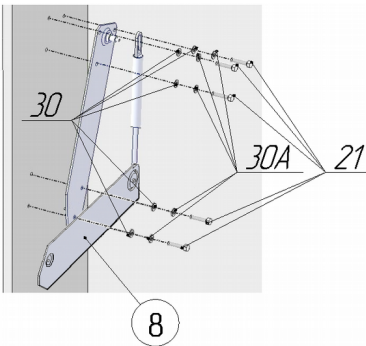

Рис.4.1 Слева
4. Присоединить к боковинам корпуса механизмы подъёма поз.7 и 8, используя болт М8х25 поз.21, шайбы Ø8 поз.30, шайбы стопорные Ø8 поз.30А (рис.4.1 и 4.2).
СТОПОРНАЯ $\varnothing 8$ ПОЗ. 30А ДОЛЖНА НАХОДИТЬСЯ МЕЖДУ ШАЙБОЙ $\varnothing 8$ ПОЗ.30 И ГОЛОВКОЙ БОЛТА ПОЗ.21 (СМ. РИС. 4.1 И 4.2).